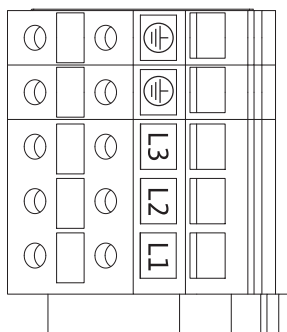

Fig. 25: Teljesítménykapcsok
- Teljesítménykapcsok (hálózati csatlakozókapcsok) (Fig. 25)